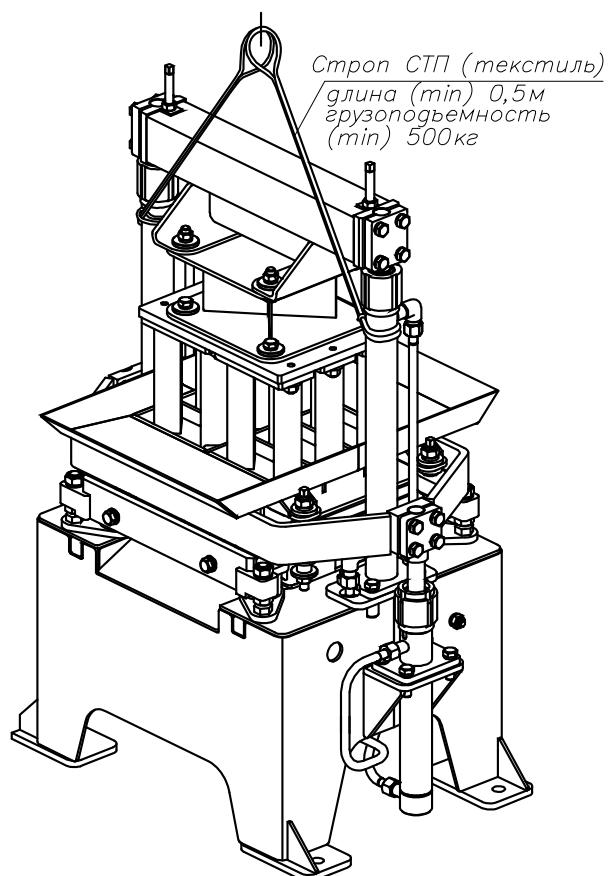

Рис. 19. Схема строповки вибропресса.
3.15. Схема строповки вибропресса показана на рис. 19.